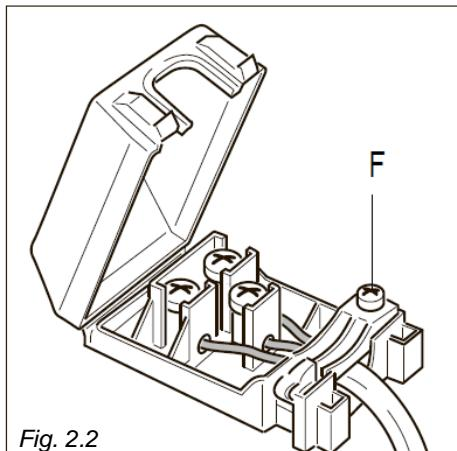

Fig. 2.2
- Aprire il pressacavo svitando la vite "F" (fig. 2.2); svitare le viti dei morsetti e togliere il cavo.
UTILIZZO CORRETTO DELLE PIASTRE ELETTRICHE (fig. 2.2)